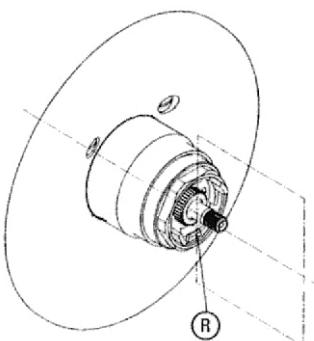

FIG. 7
→ While leaving the cartridge in the above position, reinsert ring (A) by lining up notches in the appropriate position within the cartridge (fig. 7).
→ Mientras que deje el cartucho en la posición antedicha, reinsera el anillo A por las muescas de la alineación en la posición apropiada dentro del cartucho (fig. 7).